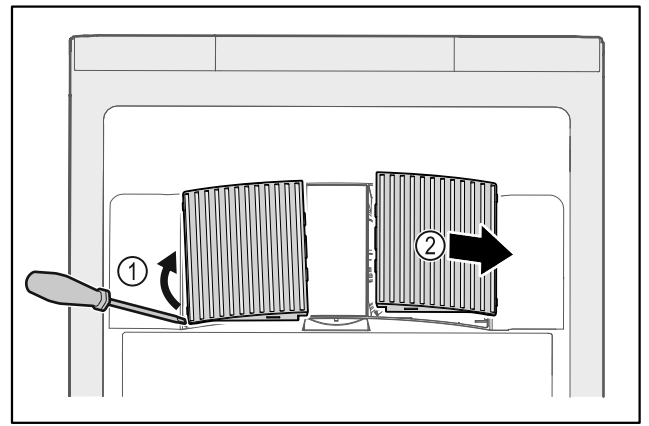

Fig. 144
- ▶ Bänd försiktigt loss fläktkåporna på sidan Fig. 144 (1) och ta av dem framåt Fig. 144 (2).